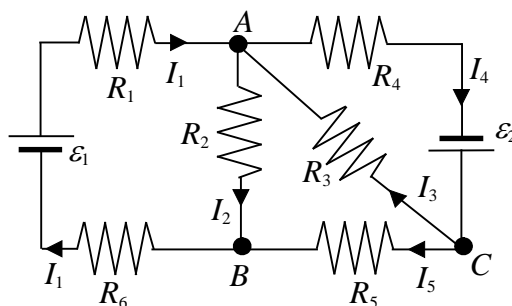
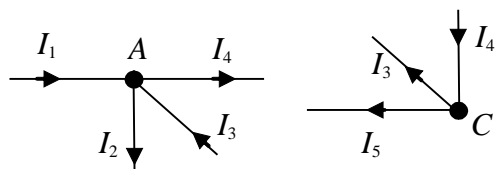

Figura 1
Figura 2
- **Nus:** Punt del circuit on el corrent es pot dividir. Els punts *A*, *B* i *C* de la Figura 1 són tres exemples de nusos.
- **Branca:** Conjunt d'elements entre dos nusos pels que hi circula la mateixa intensitat. Per exemple, entre el nusos *A* i *C* de la Figura 1 es poden observar dues branques diferents: per una banda la formada per la resistència  $R_4$  i la font de força electromotriu (fem)  $\varepsilon_2$ , i per una altra la formada per la resistència  $R_3$ .
Per determinar els corrents a les branques en primer lloc cal assignar una intensitat amb un **sentit positiu arbitrari** a cadascuna (al circuit de la Figura 1, les intensitats  $I_1$ ,  $I_2$ ,  $I_3$ ,  $I_4$  i  $I_5$ ). Després hem d'aplicar les **regles de Kirchhoff** i plantejar un **sistema d'equacions** on les intensitats són les incògnites.
de la Figura 1 considerarem els nusos A i C que es mostren a la Figura 2. Les equacions que obtenim són:
En la resolució de circuits, la segona regla s'aplica a un **nombre de malles independents igual al nombre d'incògnites (branques) menys el nombre d'equacions vàlides pels nusos** (nombre de nusos menys un). Pel circuit de la Figura 1 hem considerat les tres malles que es mostren a la Figura 5.
Les intensitats que circulen per cadascuna de les branques de la xarxa de la Figura 1 es poden obtenir resolent el sistema d'equacions (1)-(5).